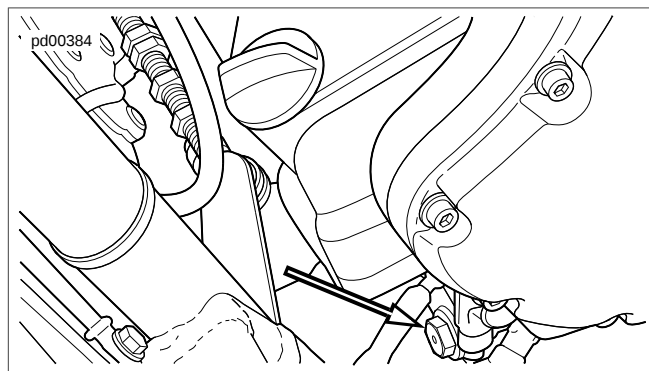

Figure 1-4. Bouchon de vidange d'huile (typique)
- Voir Figure 1-4. Retirer le bouchon de vidange d'huile moteur sur le devant du carter d'huile sur la gauche. Laisser l'huile s'écouler dans un contenant approprié.
- Voir Figure 1-4. Installer le bouchon de vidange d'huile.